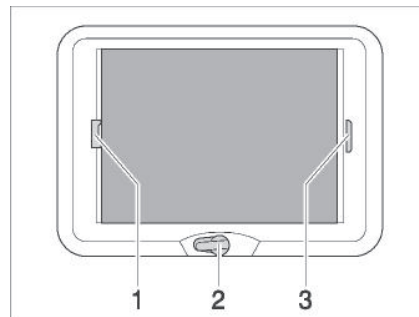

Bild 22 Dachhaube Midi-Heki (Abb. ähnlich)
- Die Handkurbel (Bild 22,2) drehen, bis Widerstand spürbar ist (max. Öffnungswinkel 70°).
- Die Faltverdunklung am Griff (Bild 22,3) ziehen und an der gewünschten Position loslassen. Die Faltverdunklung bleibt in dieser Position stehen.
- Den Insektenschutz am Griff (Bild 22,1) zum gegenüberliegenden Griff der Faltverdunklung (Bild 22,3) ziehen und einrasten lassen.
- Den Griff des Insektenschutzes (Bild 22,1) hinten nach oben drücken und den Insektenschutz an der Faltverdunklung (Bild 22,3) aushängen.